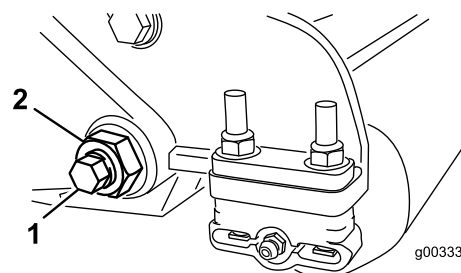
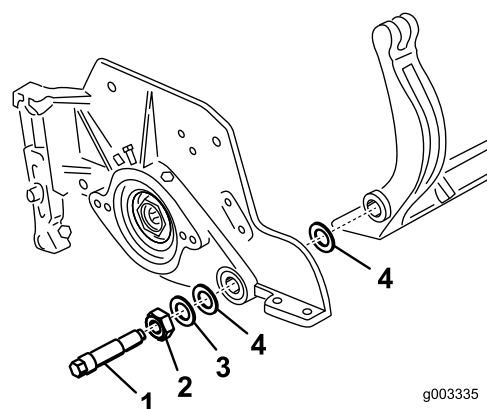
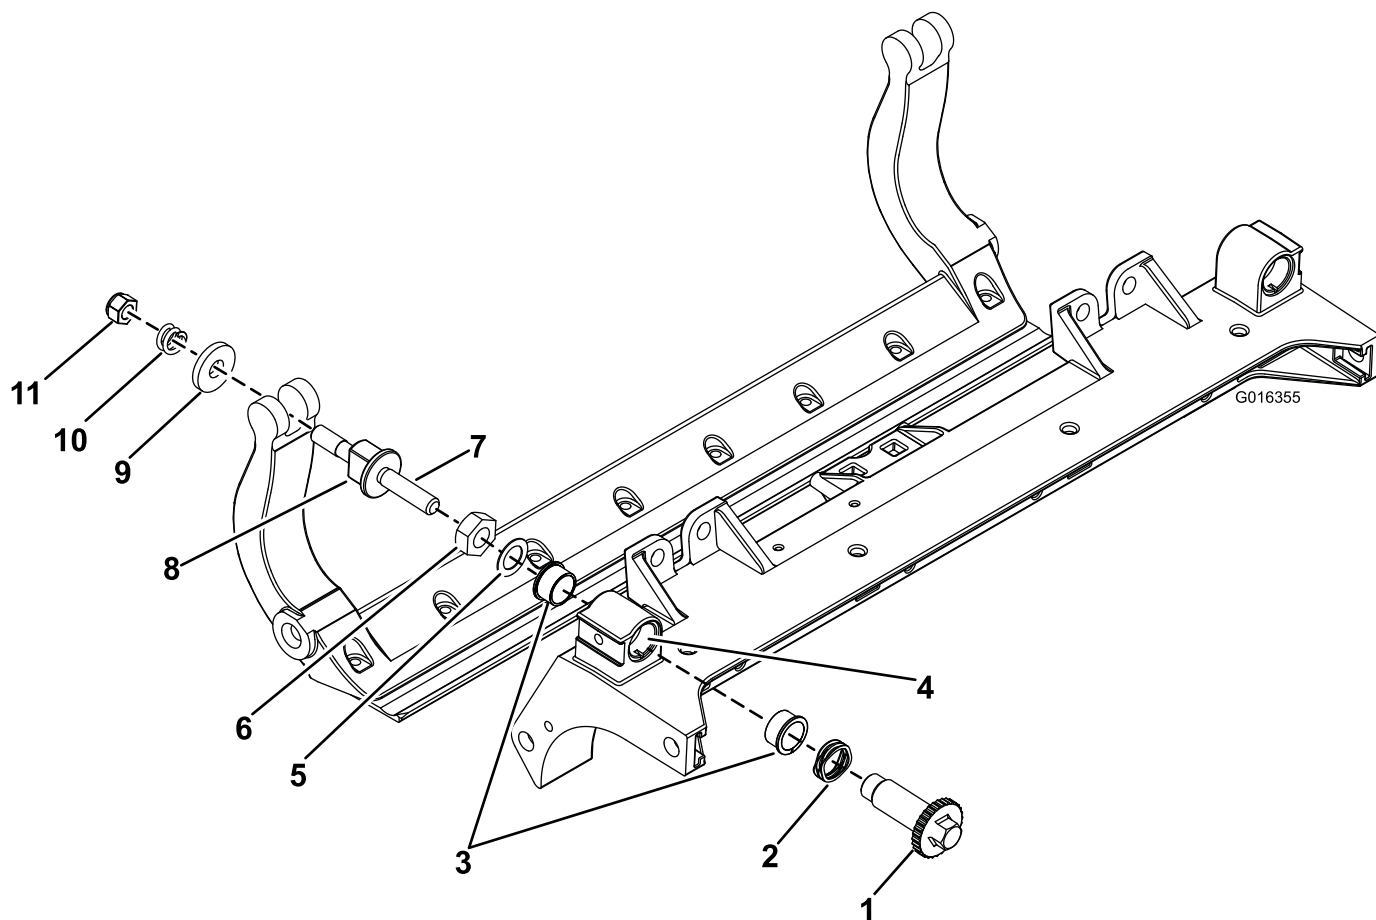

Рисунок 29
Рисунок 30
Рисунок 32
3. С каждой стороны машины ослабьте контргайку, крепящую болт планки неподвижного ножа (Рисунок 29).
4. Удалите болты планки неподвижного ножа, потяните планку неподвижного ножа вниз и отсоедините ее от машинного болта (Рисунок 29). Учтите, что с каждой стороны планки расположены 2 нейлоновых и 1 штампованная стальная шайба (Рисунок 30).
2. Прикрепите планку неподвижного ножа к боковым пластинам с помощью болтов планки неподвижного ножа (гаек на болтах) и 6 шайб. Нейлоновые шайбы должны располагаться с каждой стороны выступа боковой пластины. На нейлоновые шайбы установите стальные шайбы (Рисунок 30). Затяните болты планки с моментом 27–36 Н•м.
9. Прикрепите планку неподвижного ножа к боковым пластинам с помощью болтов планки неподвижного ножа (гаек на болтах) и 6 шайб. Нейлоновые шайбы должны располагаться с каждой стороны выступа боковой пластины. На нейлоновые шайбы установите стальные шайбы (Рисунок 32). Затяните болты планки с моментом 37–45 Н•м. Затяните контргайки вручную так, чтобы наружные стальные шайбы перестали вращаться и осевой люфт был устранен, но не перетягивайте и не деформируйте боковые пластины. Шайбы с внутренней стороны могут иметь зазор (Рисунок 30).
1. Снимите все детали (см. *Инструкции по установке* для HD комплекта DPA, модель № 120–7230, и Рисунок 32).
2. Нанесите смазку Never Seize на внутреннюю поверхность втулки на центральной раме режущего блока (Рисунок 32).
3. Совместите шпонки фланцевых втулок с прорезями в раме и установите втулки (Рисунок 32).
4. Установите волнистую шайбу на шпиндель регулятора и вставьте шпиндель регулятора во фланцевые втулки, установленные в раме режущего блока (Рисунок 32).
5. Закрепите шпиндель регулятора с помощью плоской шайбы и контргайки (Рисунок 32). Затяните контргайку с моментом 20–27 Н•м.